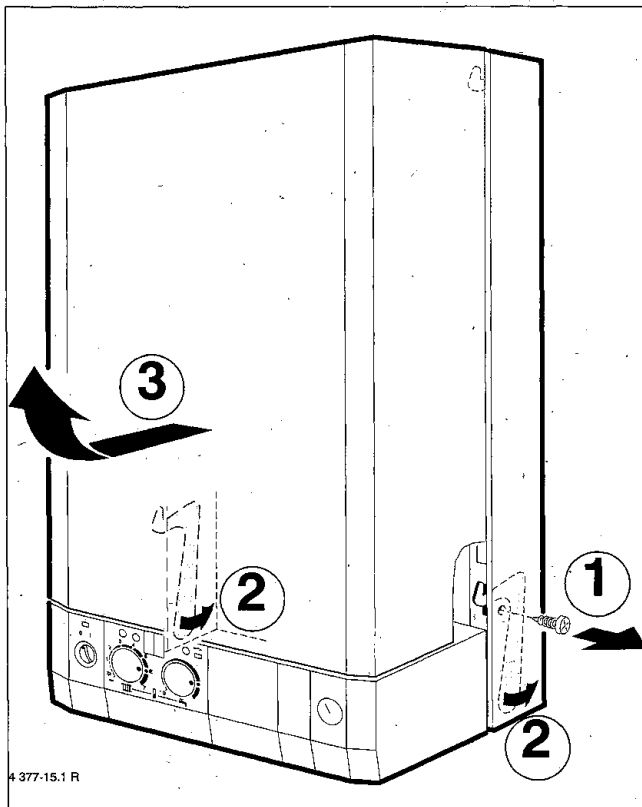

Bild 64
- Drehen Sie die Schraube rechts unten heraus (1) (Bild 64).
- Drücken Sie beide Hebel (2) nach hinten (Bild 64).
- Mantelschale (3) nach vorn schwenken und nach oben abheben (Bild 64).
- Montieren Sie nun die Mantelschale und sichern Sie mit der Schraube auf der rechten Seite (Bild 64) diese gegen unbefugtes Öffnen.